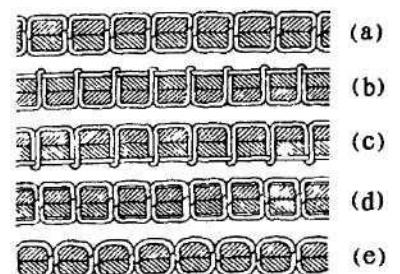

Рис.26.
(рис. 26)
На рис. 26 показаны различные типы стежков.
(3) Стежки неправильной формы показаны на рис. 26 (d) (e). Регулировка осуществляется вышеописанным способом.